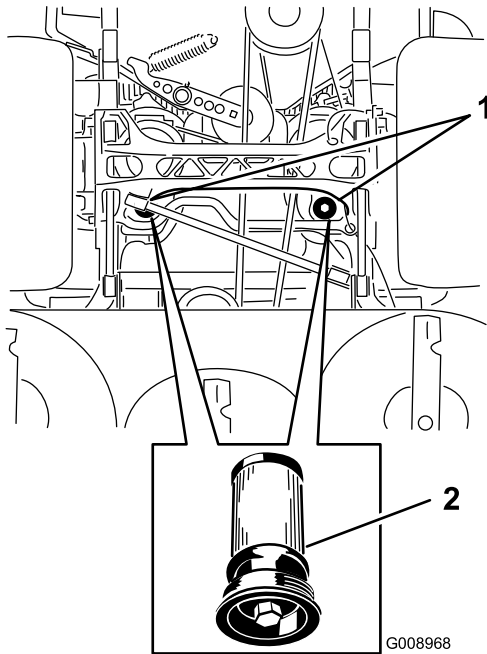

Figura 83
5. Coloque un recipiente debajo del filtro, retire el filtro usado y limpie la superficie (Figura 83).
6. Aplique una capa fina de fluido hidráulico a la junta de goma del filtro nuevo (Figura 83).